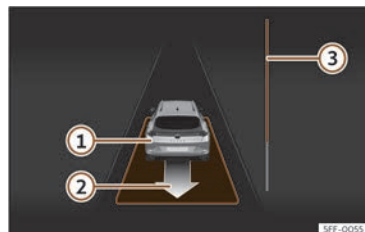

Fig. 194 Na pantalla do cadro de instrumentos: desaparcando dun espazo en liña.
- Retroceda ata que soe o sinal continuo del ParkPilot; **OU BEN:** vaia marcha atrás ata que na pantalla do cadro de instrumentos apareza a indicación de dar marcha adiante. A barra de progreso **>>> fig. 194 ** indica a distancia a percorrer **>>> páx. 291.**